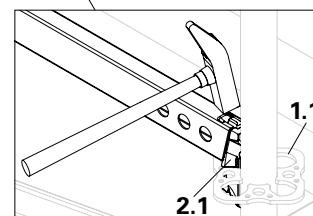

Fig. A1.02a
(Fig. A1.02a)
3. Hæng horisontaler (2) på begge sider med kilehoved og kile (2.1) i rosetten (1.1). (Fig. A1.02a)
4. Slå alle kiler fast med en hammer. (Fig. A1.02a)
1. Monter yderligere standard- (5) og mellemelementer (8), indtil den nødvendige længde er nået, se ab Kapitel „Standardelemente montieren“ ab Seite 15 Ved behov monteres mellemelementer (8) til udligning.
2. Hæng horisontaler (2) på begge sider med kilehoved og kile (2.1) i rosetten (1.1). (Fig. A1.02a)
3. Slå alle kiler fast med en hammer. (Fig. A1.02a)